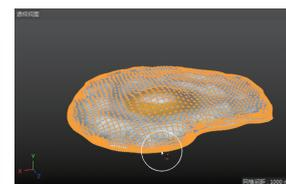

图 5-48
**07** 利用笔画涂抹拉伸的部分边缘，使其变得平滑，如图 5-48 所示。